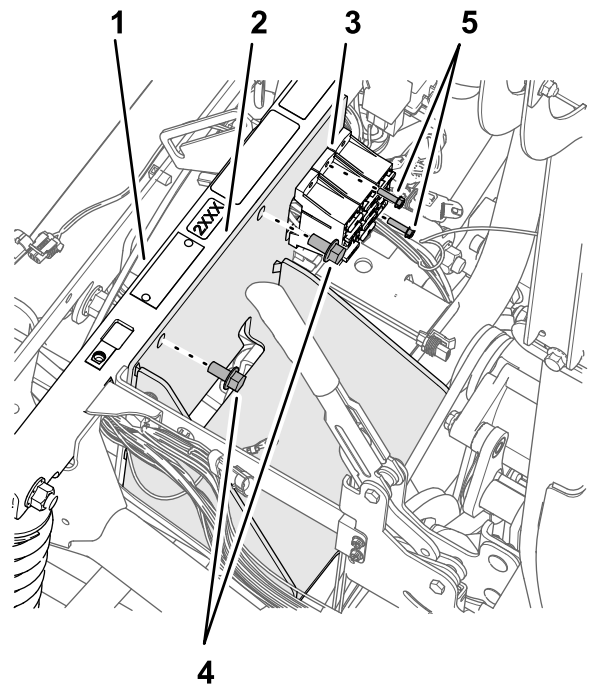

Figura 174
2. Monte o suporte da bateria no tubo de suporte do para-choques (**Figura 174**) com os dois parafusos de cabeça flangeada (3/8 pol. x 3/4 pol.) que retirou no passo 4 de **Retirar a bateria (300 A) e suporte da bateria (página 77)**.
4. Prenda os blocos de fusíveis no suporte da bateria (**Figura 174**) com o parafuso (10-24 x 3/4 pol.) e as porcas (10-24) que retirou no passo 3 de **Retirar a bateria (300 A) e suporte da bateria (página 77)**.